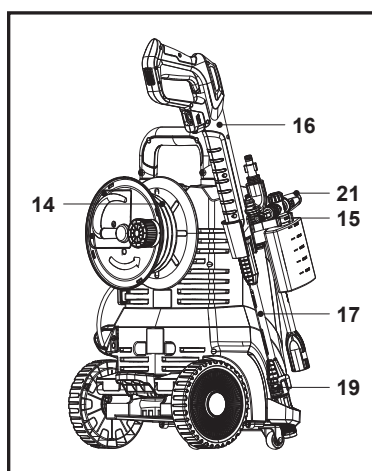

Fig. 26
3. Înfășoară furtunul cu presiune (14) și depozitează pistolul pulverizator (16), extensia de lance (17), duza pentru recipientul cu detergent (21) și duza (19 / 20) (fig. 26).